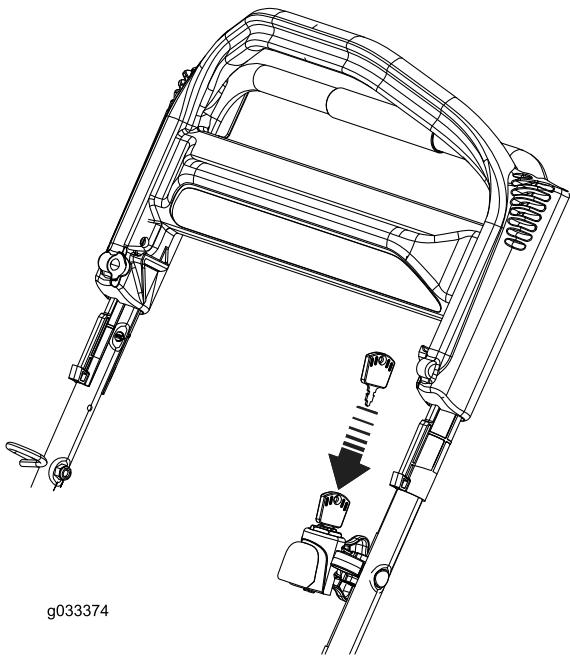
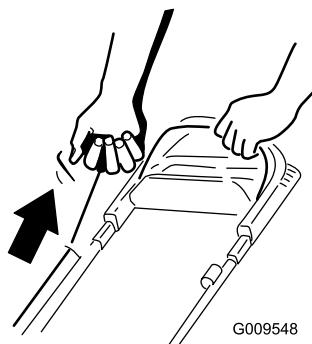

Рисунок 18
Рисунок 19
- Вставьте ключ в замок зажигания и поверните его (только для модели с электрическим запуском; см. Рисунок 18) или потяните за рукоятку механического стартера (Рисунок 19).
(Рисунок 19). Дайте тросу медленно вернуться в ручку.